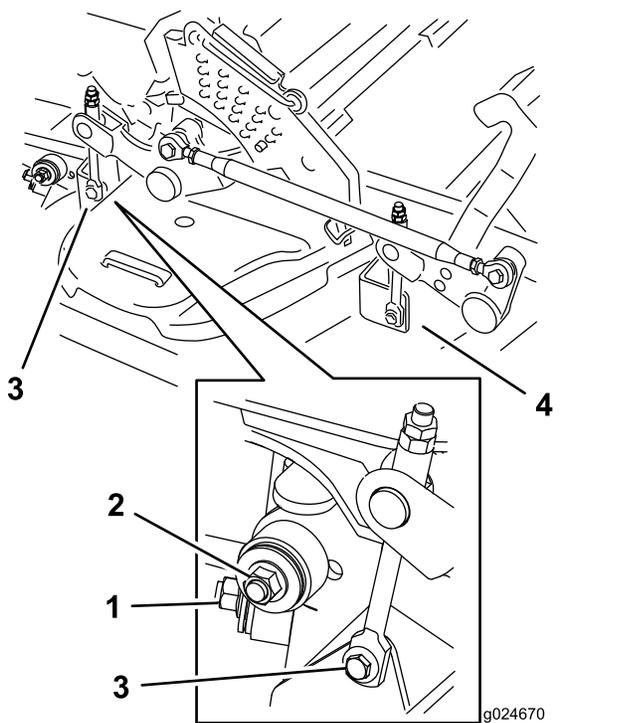

Рисунок 121
7. Снимите и сохраните крепежные детали с обеих сторон деки, как показано на Рисунок 121.